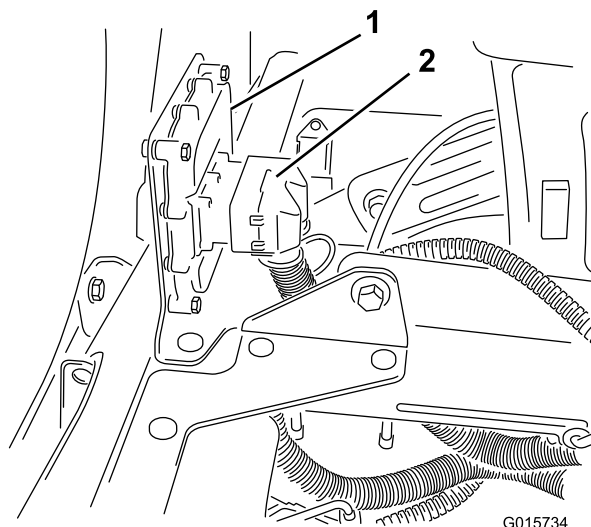

Рисунок 9
5. Подсоедините клемму жгута проводки к электронному регулятору (Рисунок 9).